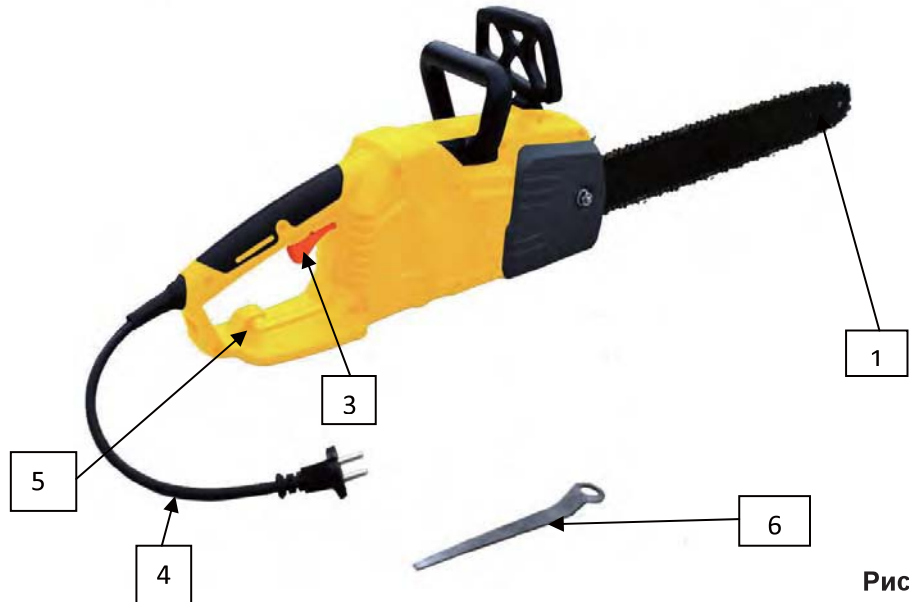
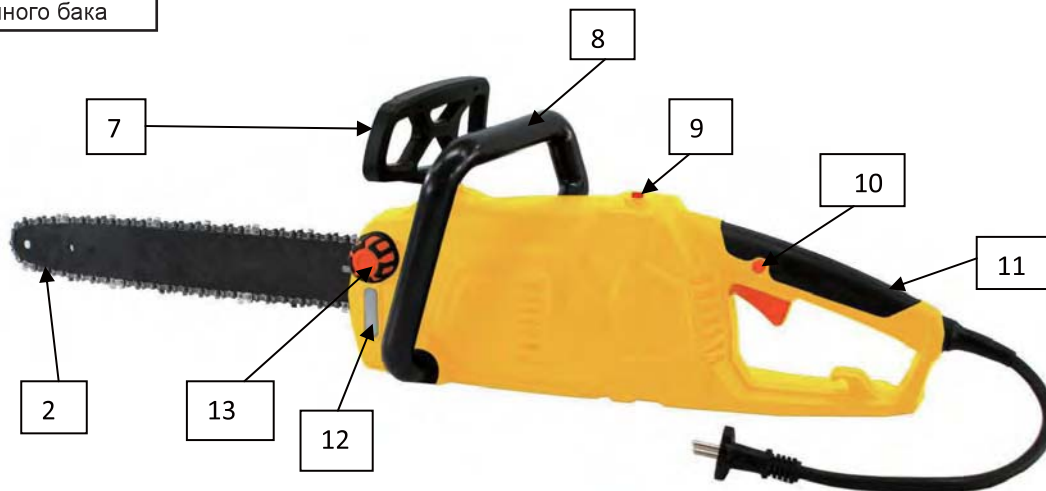

Рис.1
Рис.2
Номера перед описаниями соответствуют номерам на Рис.1 и Рис.2 — это поможет Вам найти то или иное предохранительное устройство.
Для заправки бака маслом открутите крышку бака(13) Рис.2 и залейте необходимое количество масла, затем плотно закрутите крышку бака. Уровень масла в баке контролируйте по указателю уровня(12) Рис.2.
Устройство защиты выключает электродвигатель при механической перегрузке (увеличенное давление резания, защемление пильной шины в резе), либо при сбоях в системе электропитания. В случае срабатывания кнопки теплового предохранителя ( поз.9 рис.2) следует освободить пилу из реза, проверить техническое состояние пильной гарнитуры(исправность направляющей шины, заточку цепи). Проверить состояние питающих кабелей и величину подаваемого напряжения.
Направляющая шина (1)рис.1 работает в тяжелых условиях и подвержена сильному износу. Для того, чтобы избежать одностороннего износа необходимо периодически переворачивать шину, например, после каждой заточки цепи.